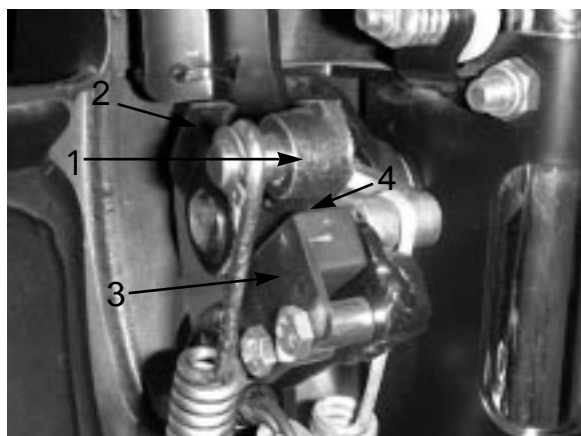

図 50
2. 走行レバーを操作して、ニュートラル・ストップに接触させる（図50）。
3. スイッチを固定しているネジ（図50）をゆるめる。
4. 走行レバーとスイッチの間に0.8 mmのすきまゲージをはさむ（図50）。